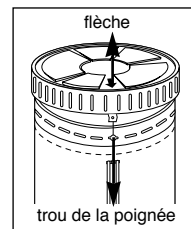

Fig.4
**B.) PLAQUE SUPÉRIEURE DE FIXATION :** (Fig. 4)